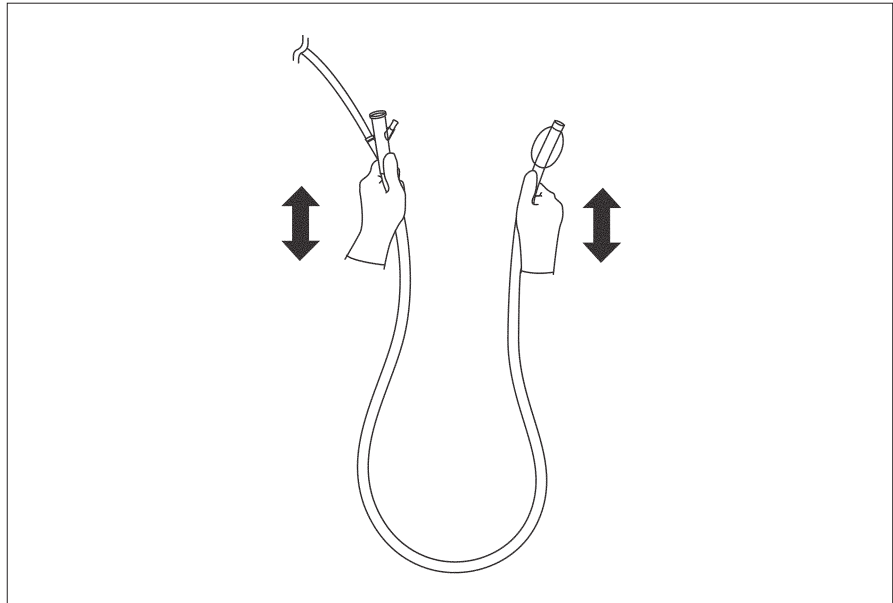

Рис. 3.17
5. Используя обе руки, удерживайте шинирующую трубку одноразового использования в области захвата рукой и в области дистального конца. Для смачивания внутренней поверхности просвета шинирующей трубки попеременно перемещайте обе руки вверх и вниз (см. рис. 3.17). Повторите данную процедуру несколько раз, каждый раз сливая стерильную воду.